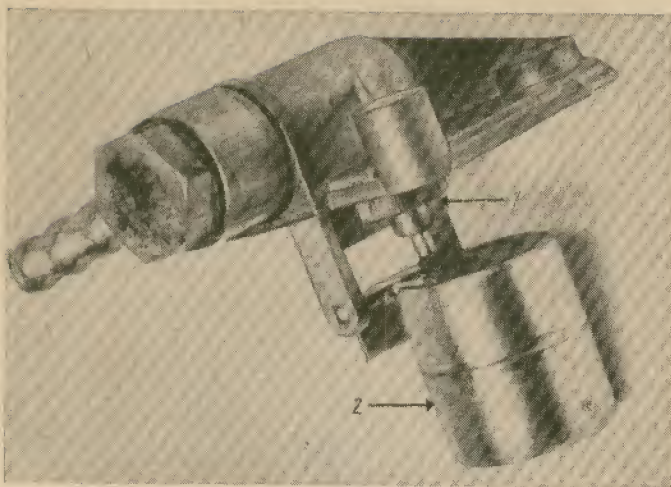

Abb. 44 Schwimmernadelventil (1) und Schwimmer (2)
*Das Schwimmernadelventil ist in den Deckel des Schwimmergehäuses nicht fest eingeschraubt oder undicht (Abb. 44)*